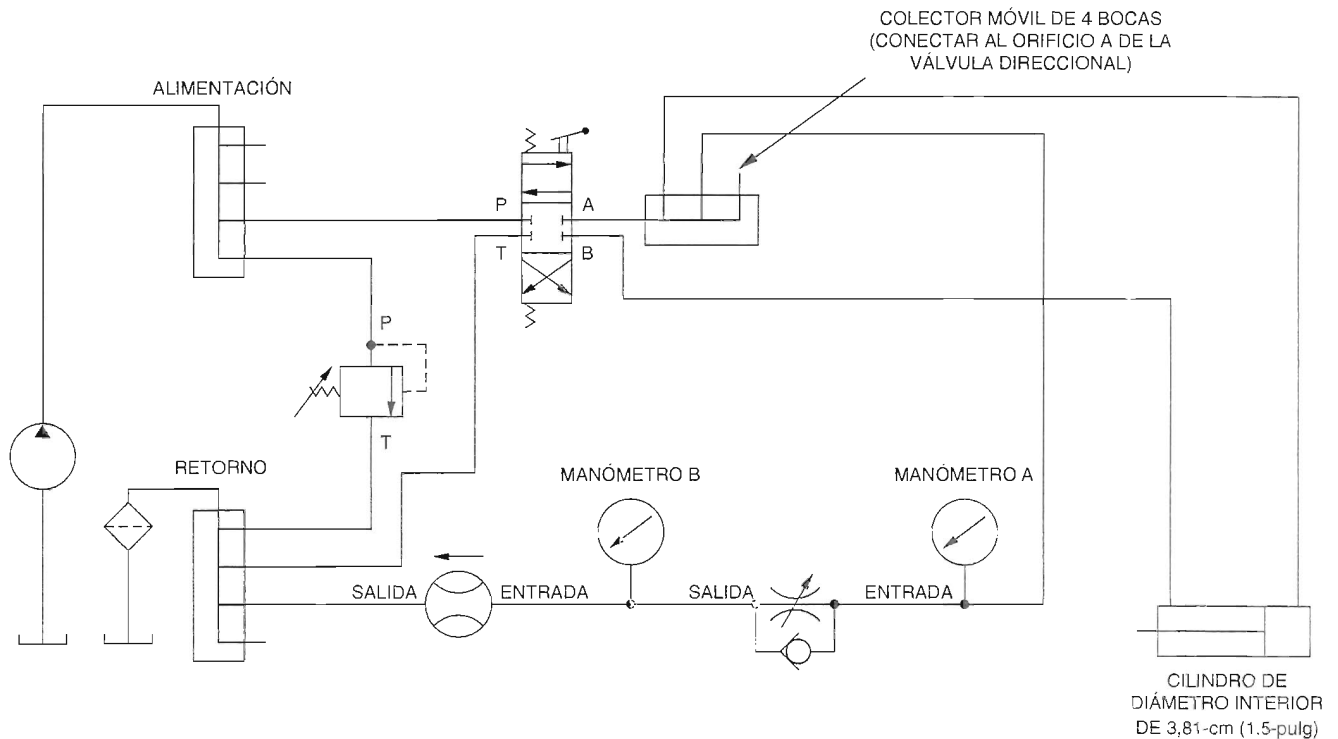

Figura 2-33.Circuito de control de flujo de paso.
- ☐ 35. Conecte el circuito mostrado en la Figura 2-33. Este circuito desvía el flujo extra directamente al depósito por medio de la válvula de control de flujo no compensada. Observe que la válvula de control de flujo no compensada debe estar conectada de manera que las flechas apunten hacia la bomba.